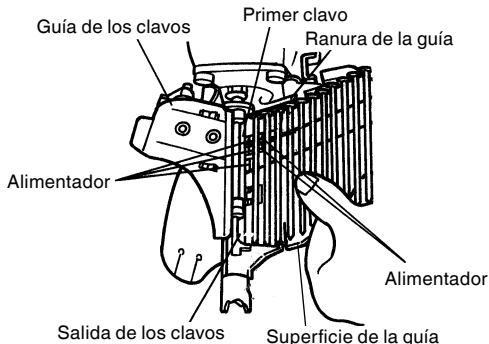

Fig. 5
- (2) Cargue los clavos en la guía. Extienda la línea de clavos del cargador. Inserte el primer clavo en el orificio de clavado y el segundo clavo entre los dos trinquetes del alimentador. Inserte el clavo de forma que su cabeza se enganche en la ranura de la guía (Fig. 5).